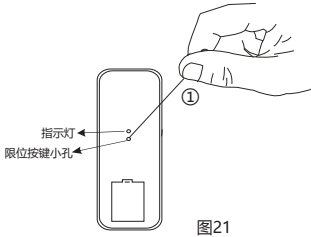
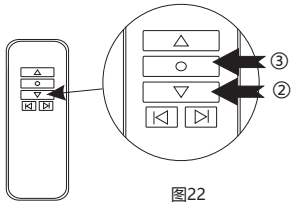

图21
图22
- 用一根小回形针或小圆针，插入遥控器背面限位按键孔（如图21），按一下限位设置键后，红蓝色发光二极管点亮，再按吊架下行键，此时，待吊架下降到合适的位置后按下遥控器停止键（如图22），再按一下限位按键，红蓝发光二极管熄灭，此时吊架上下运动一下，吊架电子下限位设置完成。